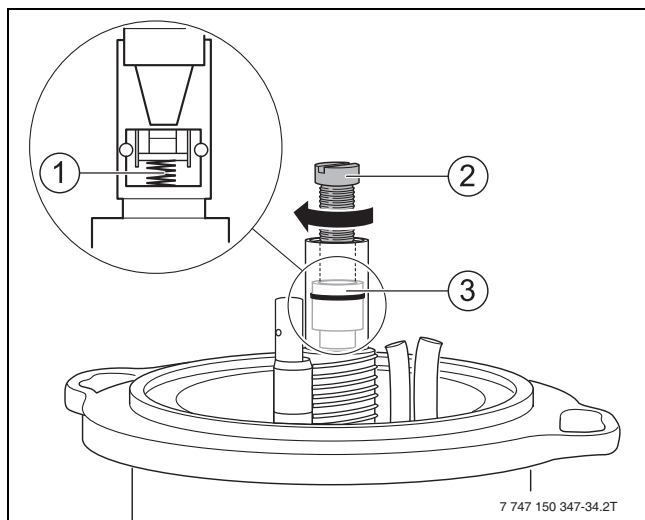

Fig. 40 Sostituzione della valvola di chiusura
- ▶ Avvitare la vite M5 x 50 (→ fig. 40, [2]).
- ▶ Estrarre la valvola di chiusura (→ fig. 40, [3]).